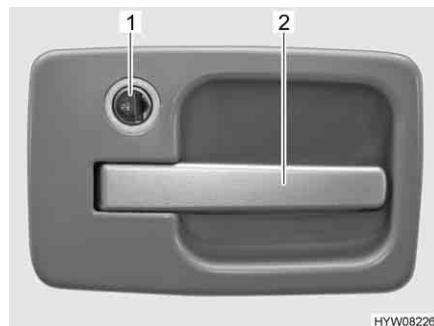

Fig. 21 Serratura della porta di ingresso, lato esterno
- Inserire la chiave nel cilindro della serratura (Fig. 21,1) e ruotarla sul simbolo "". La serratura della porta è sbloccata.
- Tirare la maniglia della porta (Fig. 21,2). La porta è aperta.
- Inserire la chiave nel cilindro della serratura (Fig. 21,1) e ruotarla sul simbolo "". La serratura della porta è bloccata.